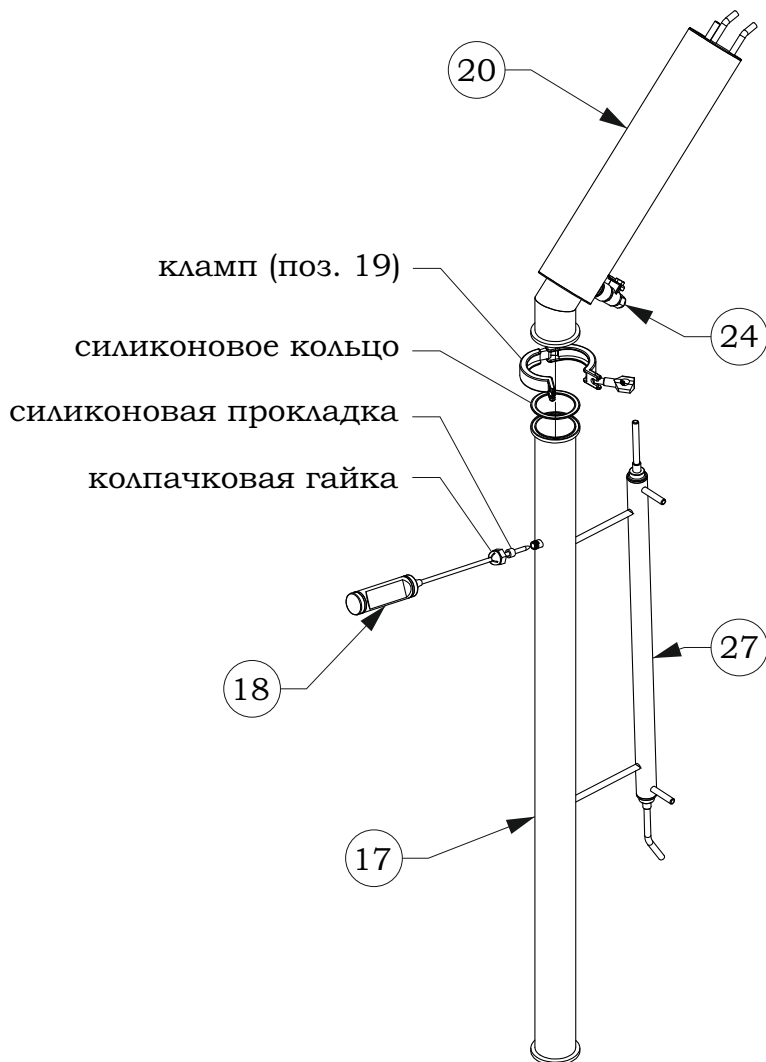

Рис. 5. Схема сборки ректификационной колонны
5. Установить первичный охладитель (поз. 20) на царгу (поз. 17) при помощи клампа и силиконового кольца (поз. 19). Установить электронный термометр (поз. 18) в царгу (поз. 17). Схему см. на рис. 5.